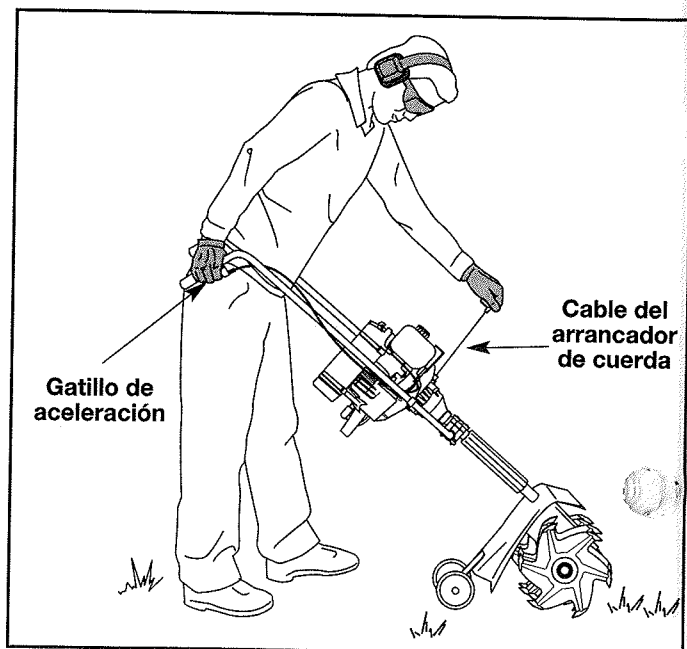

Fig. 17
5. Mientras oprime el control del regulador en la posición más abierta (regulación completa), tome el mango de la cuerda de arranque y tire con rapidez (Fig. 17). Continúe tirando hasta que el motor suene como si fuera a arrancar (normalmente, de 2 a 5 veces).
7. Tire enérgicamente del cable del arrancador de cuerda entre 1 y 3 veces para arrancar el motor (Fig. 17).
**NOTA:** Si el motor se ahoga cuando intenta arrancarlo, coloque la palanca del starter en posición de marcha a máxima potencia (C). Presione el gatillo de aceleración. Tire enérgicamente del cable del arrancador de cuerda. El motor debe arrancar después de 3 a 8 intentos.
1. Suelte el gatillo de aceleración (Fig. 17). Deje que el motor se enfríe funcionando en ralentí.